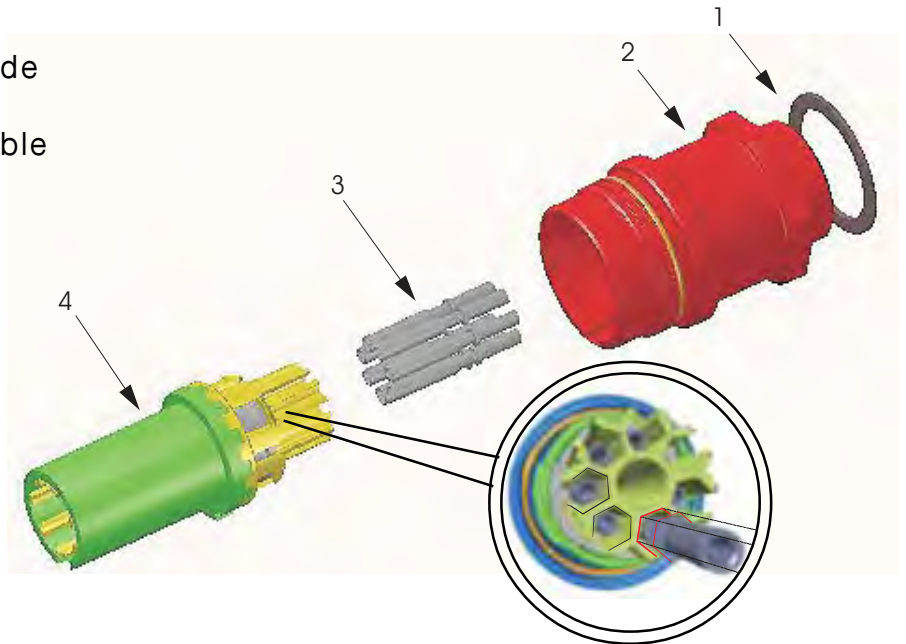

Fig 10.2 Pré-sertissage des conducteurs
2. Enfiler les conducteurs dans l'ouverture des *contacts femelles* (3).
3. Pré-sertir tous les conducteurs avec la pince à sertir (-> accessoire) (Fig. 10.2) ou braser tous les contacts femelles et enfiler la gaine thermorétractable sur chaque brasure.